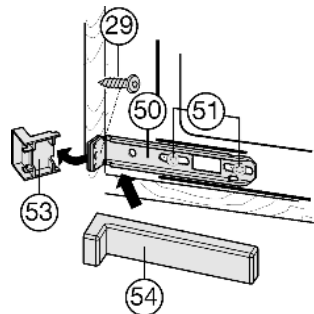

Fig. 20
- ▶ Schroeven *Fig. 20 (51)* iets losdraaien.
- ▶ Onderstebevestigingshoek *Fig. 20 (50)* met spaanderplaatschroef *Fig. 20 (29)* $\varnothing 4 \times 19$ aan de meubelwand vastdraaien.
- ▶ Het uitstekende uiteinde van de afdekking *Fig. 20 (53)* afbreken. Dit is niet meer nodig.
- ▶ Schroeven *Fig. 20 (51)* aandraaien.
- ▶ Afdekking *Fig. 20 (54)* op de onderste bevestigingshoek *Fig. 20 (50)* plaatsen.